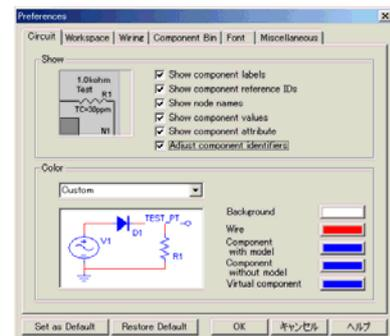

図 5 表示の設定
(2) 表示の設定
- ・ メニュー [Options] → [Preferences] を選択します (バージョンによって多少異なる)。図 5 のようなダイアログ ボックスが表示されます。
(3) ファンクション ジェネレータの設定